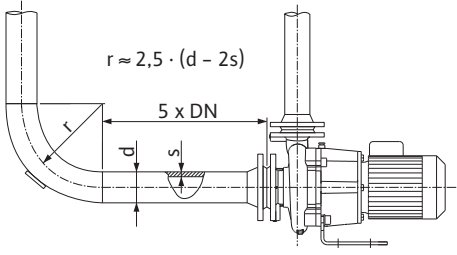
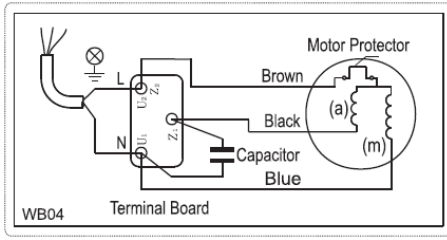

Fig. 4: Pompadan önce ve pompadan sonra sönümleme hattı
Fig. 5: Alternatif akım bağlantısı
- Elektrik şebekesi bağlantısı P_2 motor gücüne, şebeke gerilimine ve açma türüne bağlıdır. Klemens kutusundaki bağlantı köprüleri için gerekli devreleme, aşağıdaki tablo ile Fig. 4 ve Fig. 5'e göre gerçekleştirilmelidir.